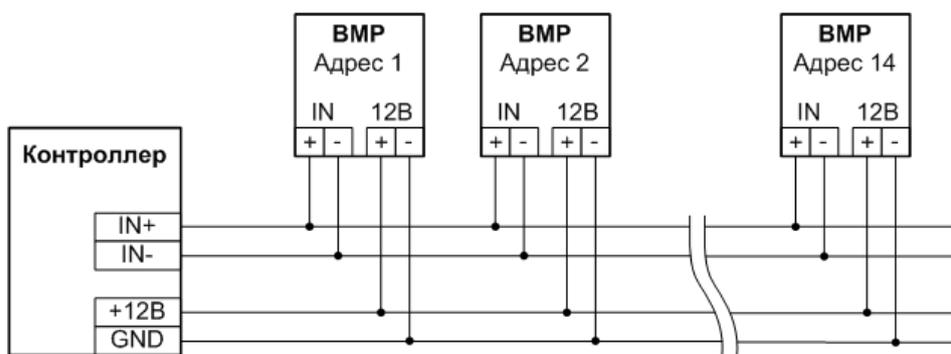
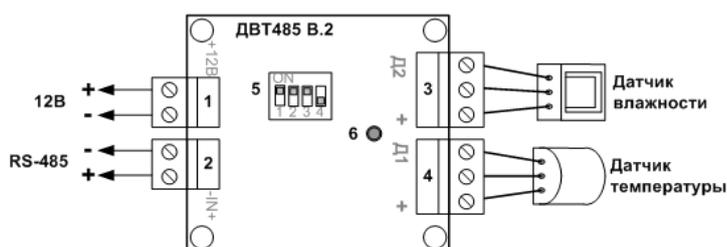

Рисунок 3.1. Схема подключения BMP к контроллеру
Рисунок 6.1. Схема функциональных элементов изделия, схема подключения датчиков
3.3. Связь изделия с контроллером осуществляется через общую шину подключения ВМР к контроллеру (далее – шина ВМР). К контроллеру через шину ВМР одновременно может быть подключено до 14 разнотипных ВМР (см. рисунок 3.1). Параметры связи изделия с контроллером указаны в таблице 3.2.
5.3. Изделие имеет два 3-контактных разъема «Д1» и «Д2» (см. рисунок 6.1) для подключения датчиков температуры и влажности соответственно. Датчики крепятся к ответной части двух 3-контактных клемм, которые подключаются к двум 3-контактным клеммам на плате (в корпусе) изделия (см. рисунок 6.1).
7.1. Изделие передает данные в контроллер по шине ВМР. К шине ВМР в одновременно могут быть подключены другие однотипные или разнотипны ВМР. Для распознавания контроллером конкретного ВМР на шине все ВМР оснащаются блоком переключателей «Адрес» (см. рисунок 6.1, элемент №5).
9.1.3. Подключить к клеммам «+12В» изделия источник питания, параметры которого указаны в таблице 3.1, с соблюдением полярности (см. рисунок 6.1, клемма №1).
9.1.4. Соединить клеммы «-IN+» изделия с клеммами «IN+», «IN-» контроллера с соблюдением полярности (см. рисунок 6.1, клемма №2). Если изделие не единственный ВМР контроллера, то способом подключения изделия и остальных ВМР к контроллеру должно быть параллельное подключение к общей шине от клемм «IN+», «IN-» контроллера (см. рисунок 3.1).
9.1.5. Подключить с соблюдением полярности (см. рисунок 6.1, элемент №4) датчик температуры к ответной части 3-контактной клеммы, которую закрепить в разъеме «Д1» изделия.
9.1.6. Подключить с соблюдением полярности (см. рисунок 6.1, элемент №3) датчик влажности к ответной части 3-контактной клеммы, которую закрепить в разъеме «Д2» изделия.
9.1.7. Установить адрес изделия на блоке «Адрес» (см. рисунок 6.1, элемент №5) в соответствии с таблицей 7.1. Все ВМР, подключенные к контроллеру, должны иметь уникальные, разрешенные адреса.